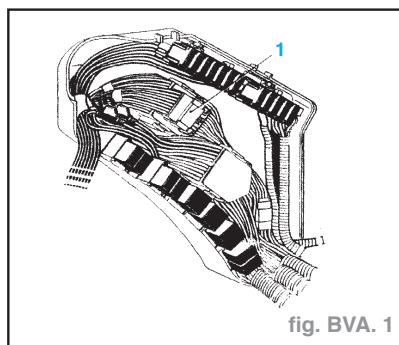

fig. BVA. 1
- le connecteur (1) dans le boîtier d'interconnexion moteur (fig. BVA.1).